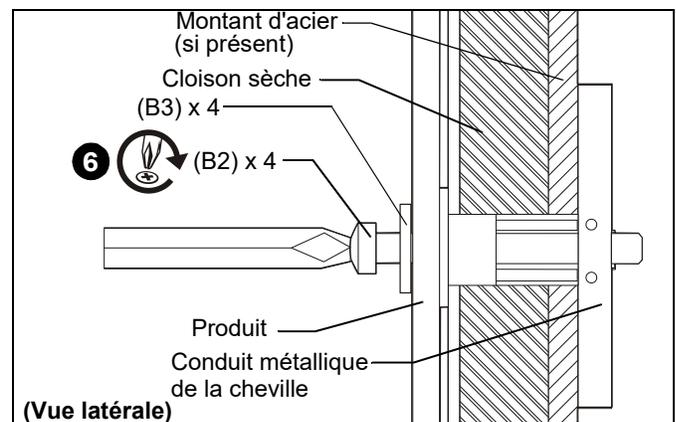

Figure 65
6. Insérez les vis à tête cylindrique bombée 1/4-20 x 1 -3/4 po Phillips (B2) dans une rondelle 1/4 po (B3), puis dans le trou de montage correspondant dans le produit puis dans la cheville (B1), puis serrez jusqu'à ce qu'elles ne dépassent plus du produit. Ne serrez PAS trop fort ! (Voir figure 65)